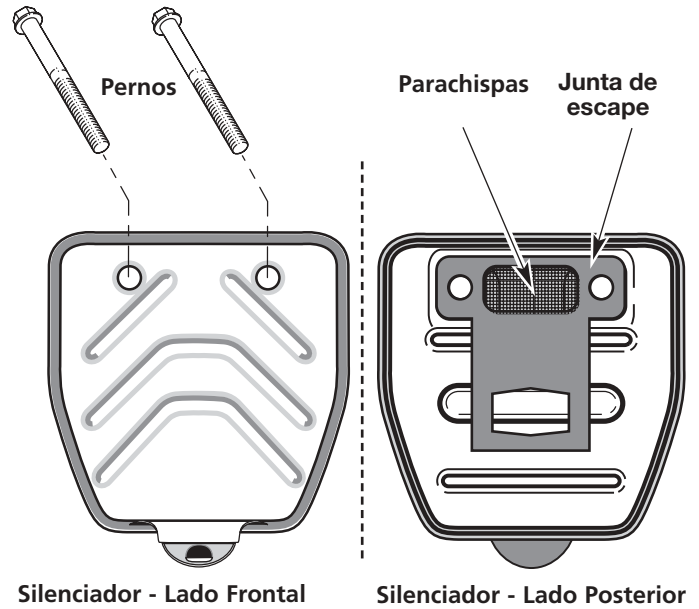

Fig. 26
2. Ubique el frente del silenciador y los dos (2) pernos que lo sujetan al motor. (Fig. 26). Quite los dos (2) pernos con un destornillador de punta plana, una llave de tubo de 5/16 o destornillador para tuercas. Hale el silenciador del motor.
3. Voltee el silenciador al lado posterior y ubique la junta del silenciador. Retire la junta del silenciador (Fig. 26).
7. Ponga la junta del silenciador contra el lado posterior del mismo. Alinee los orificios de los pernos de la junta del silenciador en el silenciador. Mientras sostiene la junta en su lugar, ponga los pernos en el lado frontal del silenciador. (Fig. 26).